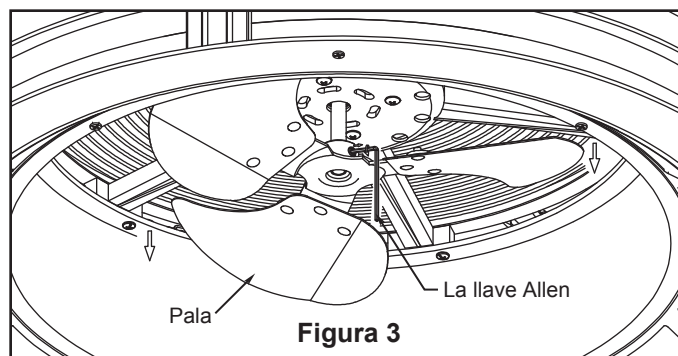

Figura 3
- ☐ 2. Extraiga cuidadosamente los tornillos y la pala con la llave Allen y guarde los tornillos. Límpiela todo y vuelva a colocar la pala usando los tornillos extraídos anteriormente. (Figura 3)